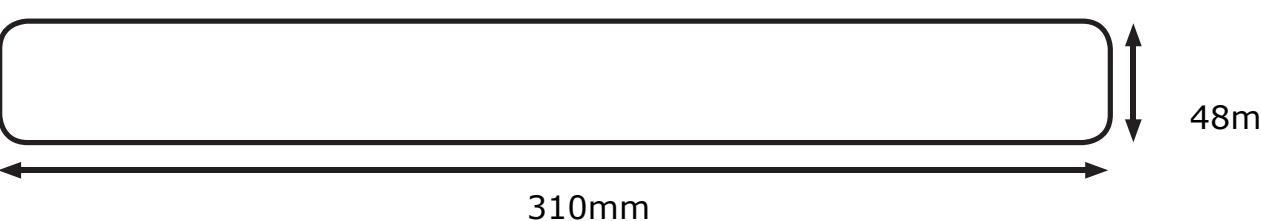

FIG1
- Découpez une ouverture appropriée dans le plafond conformément aux détails de la Fig. 1 en vous assurant qu'elle n'empiète pas sur les câbles électriques, les conduites d'eau / gaz ou les solives de plafond.